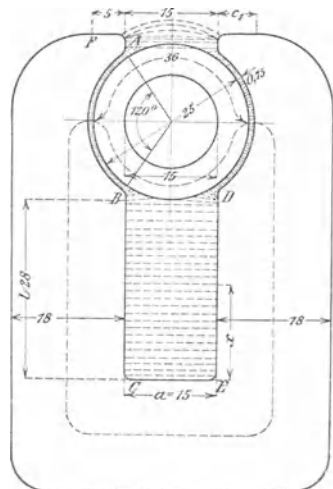

Fig. 50.
167. Es ist die Ampèrewindungszahl der nebenstehenden Dynamo (Fig. 50) zu berechnen unter der Voraussetzung, daß der Anker 20 [25] (16) cm lang ist und von $1,7 \cdot 10^6$ [$2,8 \cdot 10^6$] ($1,6 \cdot 10^6$) Kraftlinien durchsetzt werden soll.